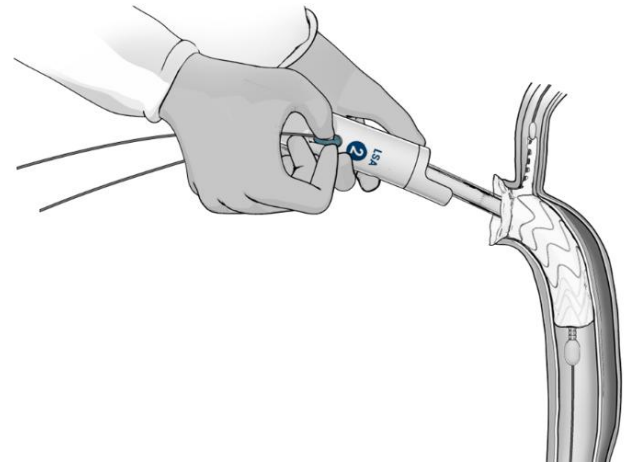

Figura 13. Ritirare la linguetta LSA per espandere il ramo LSA dopo l'espansione aortica
11.4.4 Espandere poi il ramo LSA tirando la linguetta LSA (**Figura 13**) che aprirà l'involucro LSA ed espanderà il ramo stentato.